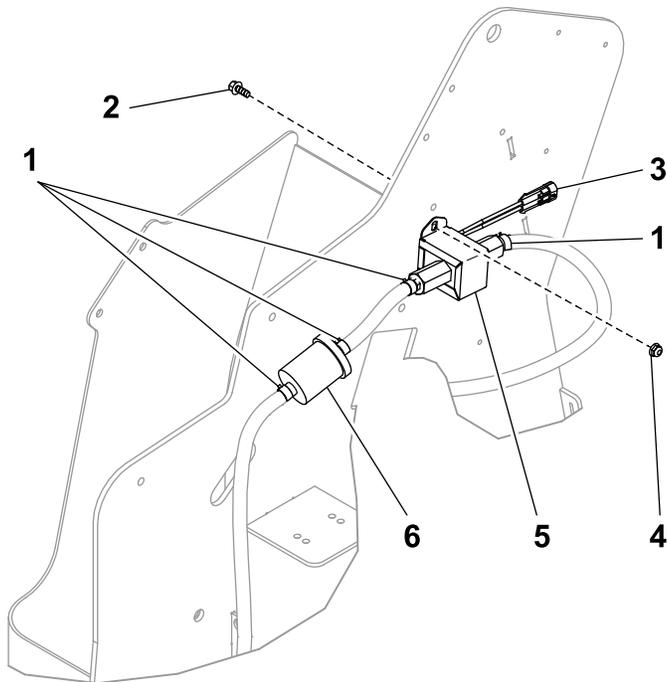

図 20
この手順では **図 1**、**図 19**、**図 20** を使用してください。
5. 新しい燃料ポンプを取り付けるボルト1/4 x 5/8"2本とロックナット1/4"2個を使用し、図 20のように取り付ける。